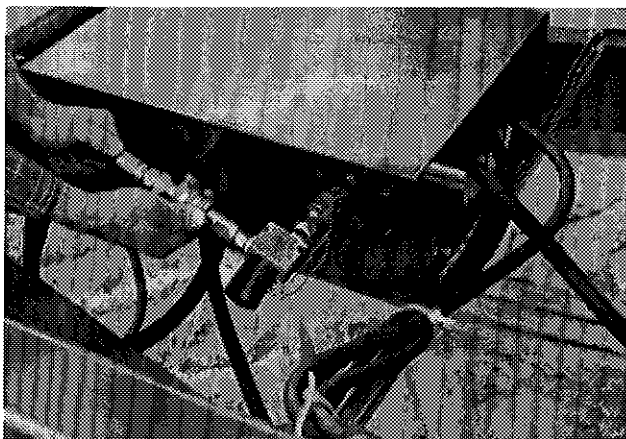

Figure 9
- 4) Pour les tracteurs à circuit hydraulique fermé, installer le kit de conversion P-6890. La valve sélénoïde en option doit être reliée au circuit hydraulique et au circuit électrique. (Figure 9).